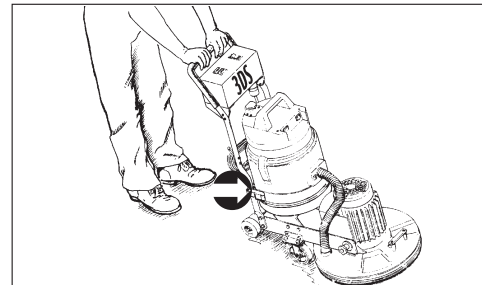

Figura 9
7. Coloque la aspiradora de limpieza en seco sobre las tiras de soporte de la aspiradora con el centro del fondo en el orificio de 2" de diámetro. NOTA: El puerto de la manguera de aspiración debe estar de cara al motor de la unidad de lijado. Sujete la tira de la aspiradora alrededor de la base de la misma. (Consulte la Figura 9)